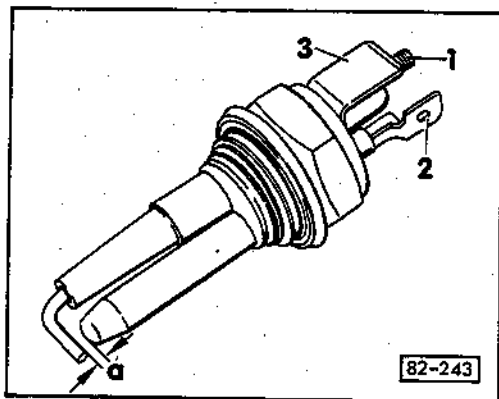

**Abb. 1 Heizgerät DA6 prüfen, ersetzen**
- prüfen – Abb. 1
- ersetzen – Abb. 1